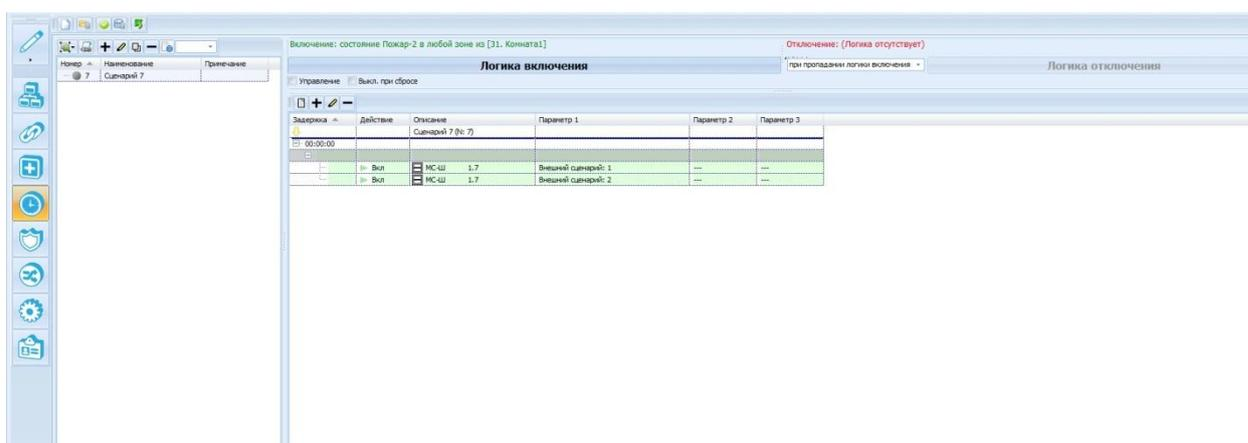

Рисунок 4.31 Добавили исполнительный блок сценария, включающий направления 1 и 2 МС-Ш
3) В поле сценария в столбце **Параметр 1**, с помощью двойного щелчка мыши, выбрать номер направления МС-Ш, которое необходимо запустить (Рисунок 4.31);